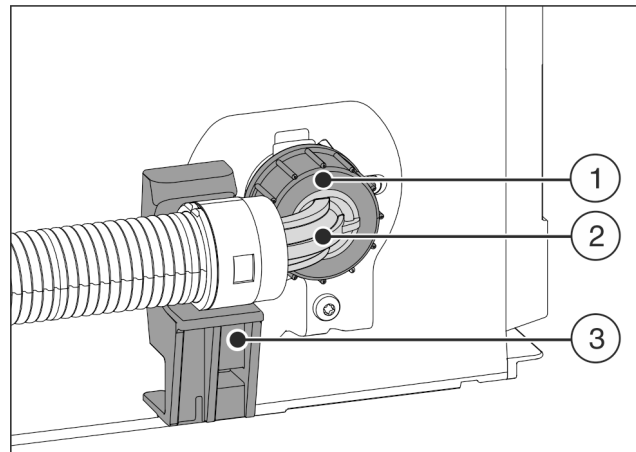

Fig. 23
- ▶ Aseta taivutettu letkun pää Fig. 23 (2) vaakasuoraan pidikkeeseen Fig. 23 (3) ja pidä siitä kiinni.
- ▶ Kierrä mutteri Fig. 23 (1) käsin kierteeseen siten, että se on varmasti tiukasti paikoillaan.